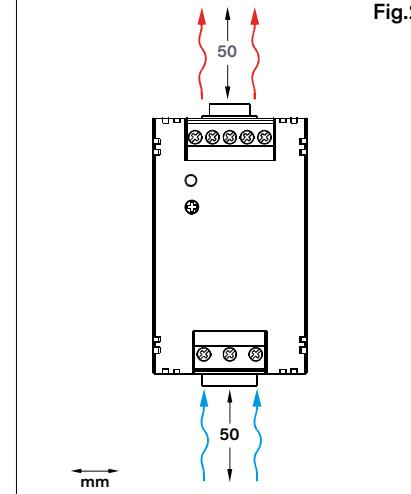

Fig.2
- Für ausreichende Kühlung muss gesorgt sein. Fig.2
Das Gerät kann an 35 mm DIN-Schienen montiert werden, in Übereinstimmung mit der Spezifikation DIN EN 50022. Dabei sind die Anforderungen an die Ventilationsabstände über und unter dem Gerät einzuhalten. Fig.2 Die Standardmontageausrichtung ist mit den Eingangsanschlüssen (I/P) auf der untenen Seite.
- Assurer un refroidissement suffisant. Fig.2
- Debe asegurarse una refrigeración adecuada. Fig.2
El dispositivo puede instalarse sobre carriles DIN de 35 mm, de acuerdo con las especificaciones de la norma DIN EN 50022. Es preciso cumplir los requisitos de provisión de un espacio de ventilación por encima y por debajo de la dispositivo. Fig.2